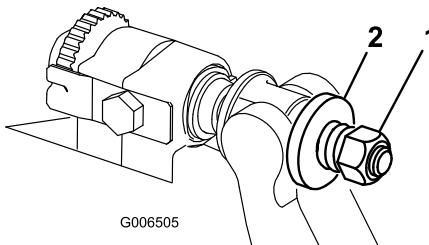

Figura 28
- Apriete la tuerca de tensado del muelle hasta que el muelle esté comprimido del todo, luego aflojela 1/2 vuelta (Figura 28).